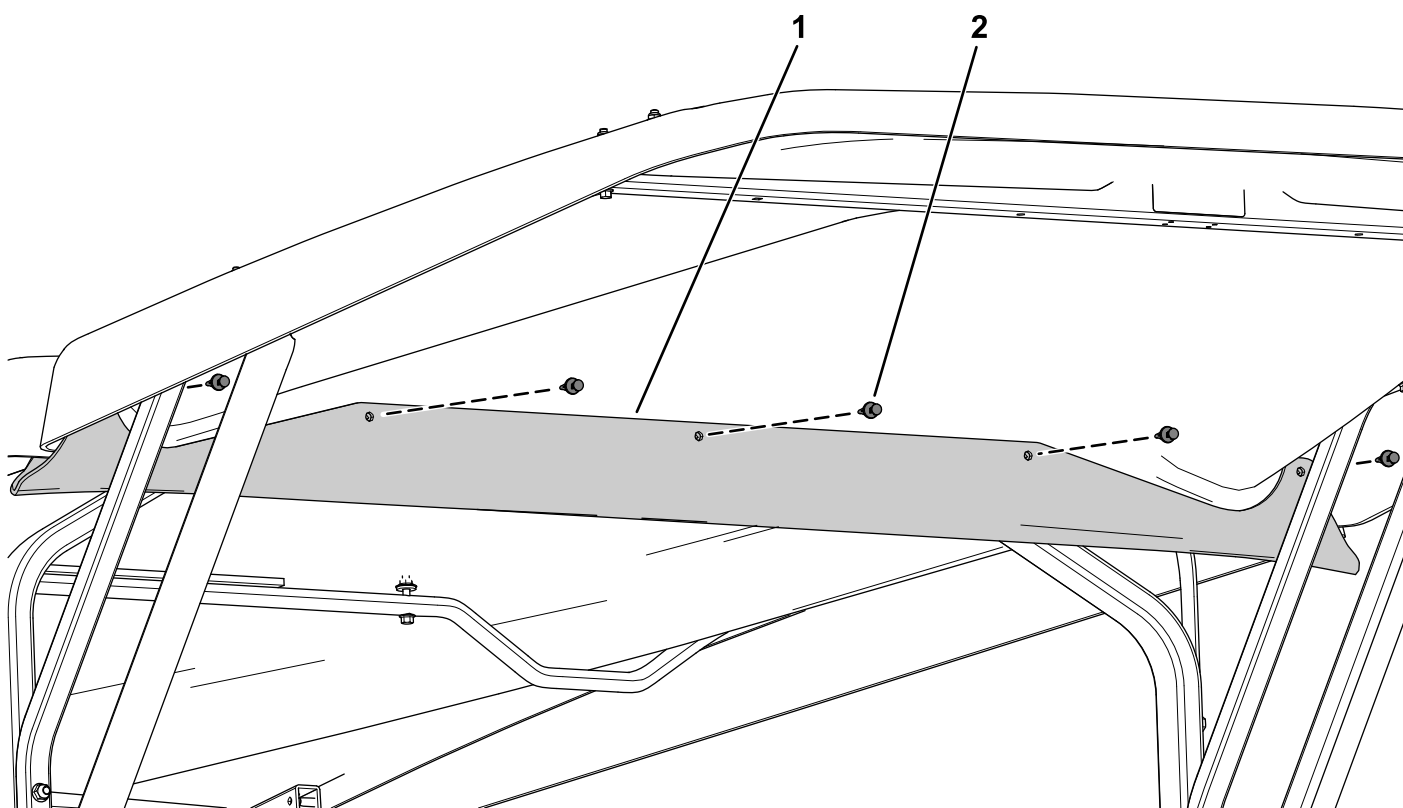

図 8
1. 日よけエクステンションの側部に雨樋を取り付けるプラスチック製リベット 5 本を使用する 図 8。